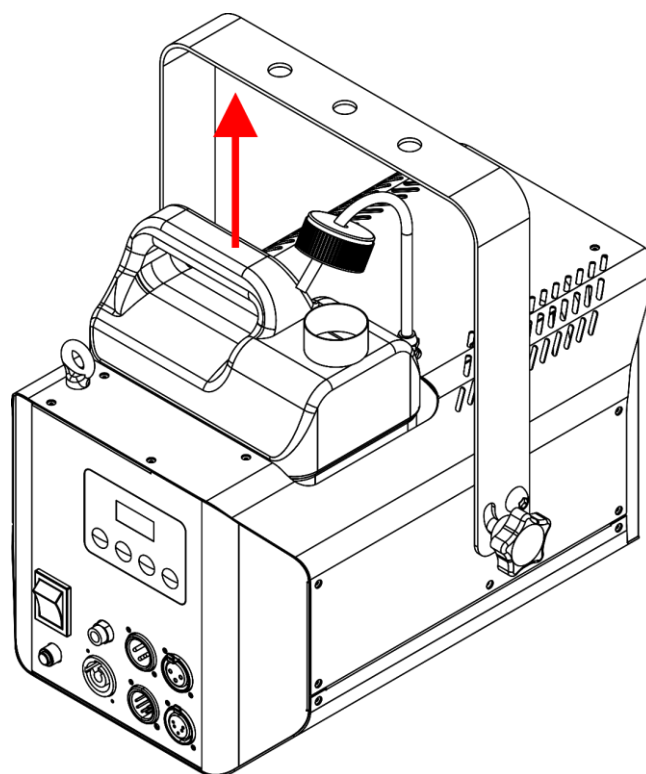

Fig. 09
- 03) Retirez le réservoir de liquide, comme indiqué sur la Fig. 09.